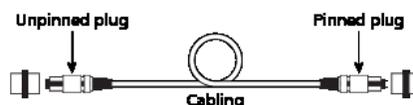

Figura 2. Un conector sin agujas y un conector con agujas en los extremos (enlace permanente)
- un extremo del cableado sin agujas y el otro con agujas (ver Figura 2),